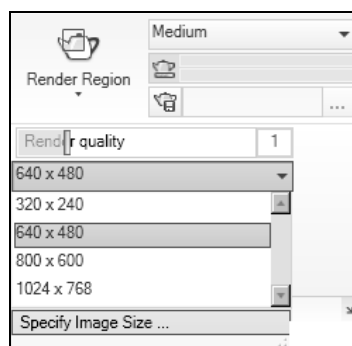
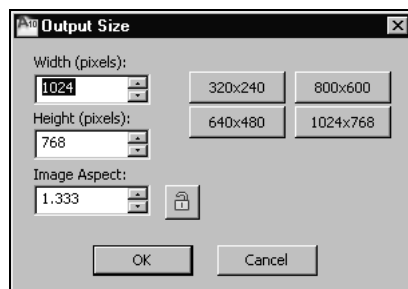

Рис. 14.11. Раскрывающийся список для выбора размеров растрового файла
Рис. 14.12. Диалоговое окно Output Size для определения размера файла в пикселах
3. Задайте размеры файла, воспользовавшись раскрывающимся списком в нижней части панели тонирования (рис. 14.11), в котором выберите **Specify Image Size** (Задать размер изображения). После этого появится диалоговое окно **Output Size** (Формат вывода) (рис. 14.12), в котором задайте размер файла по ширине и высоте в пикселах. Вернитесь на панель инструментов щелчком на кнопке **OK**.
1. Вызовите палитру **Advanced Render Settings** (Дополнительные параметры тонирования) (см. рис. 14.11) щелчком на кнопке  с таким же названием и установите в поле **Destination** (Назначение) этой палитры значение **Viewport** (Видеоэкран). В этом случае результаты тонирования выводятся на видеоэкране.
1. Вызовите палитру **Advanced Render Settings** (Дополнительные параметры тонирования) (см. рис. 14.11) щелчком на кнопке  с таким же названием и установите в поле **Destination** (Назначение) этой палитры значение